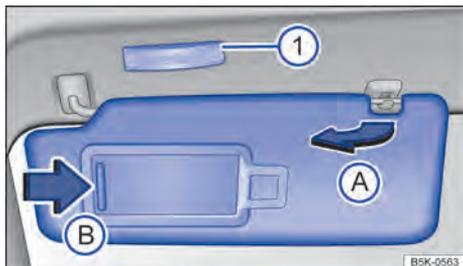

Fig. 111 En la parte delantera del revestimiento interior del techo: parasol.
- Se pueden extraer del soporte y girar hacia las puertas → fig. 111 (A).
En la parte posterior del parasol hay un espejo de cortesía provisto de una tapa. Al desplazar la tapa → fig. 111 (B), se enciende una luz → fig. 111 (1).